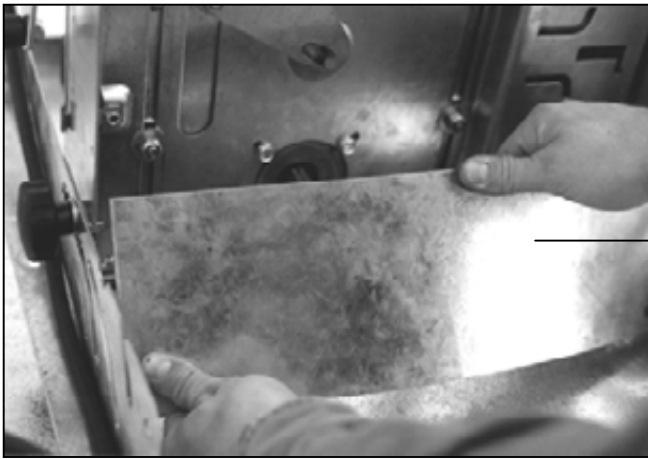

Abb. 34
- Hook in part 27 one-sided into the points A and B, as shown in Figs. 34 and 35.
- Accrochez la pièce 27 aux points A et B d'un côté comme le montrent les figures 34 et 35.